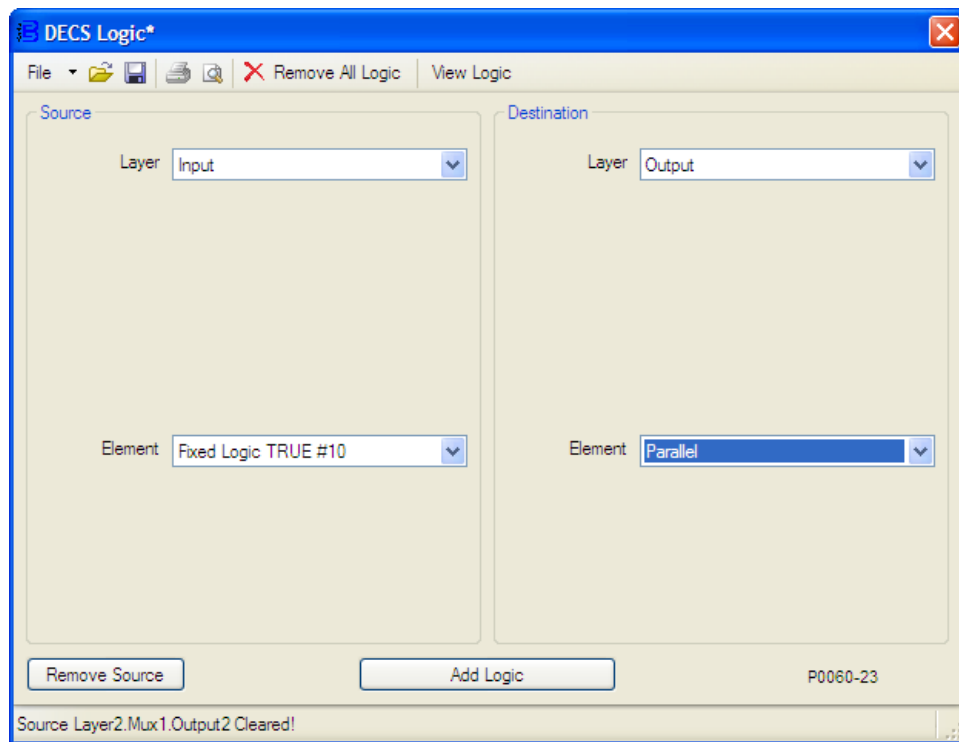

Figure 9-26. InputBuffer.Fixed Logic TRUE #10 ---> OutputBuffer.Parallel
4. Les paramètres de la fenêtre Logique du DECS associés à cette étape sont illustrés sur la Figure 9-26.